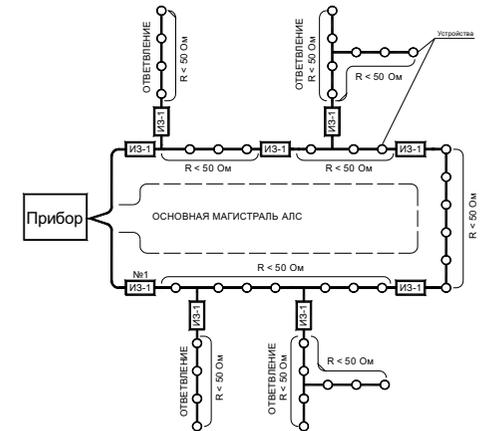

Рисунок 3
– разрывать кольцевую АЛС (рисунок 3) в двух местах установки изольаторов, ближайших к точке КЗ. Это локализует участок между изольаторами и оставляет работоспособными участки АЛС между выходами прибора и сработавшими изольаторами шлейфа.
- кольцевой АЛС (рисунок 3).